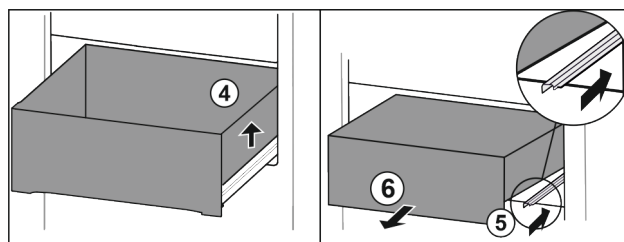

Fig. 83
- ▶ Unieść szufladę po prawej. Fig. 83 (4)
- ▶ Wsunąć prawą szynę. Fig. 83 (5)
- ▶ Wyjąć szufladę do przodu. Fig. 83 (6)